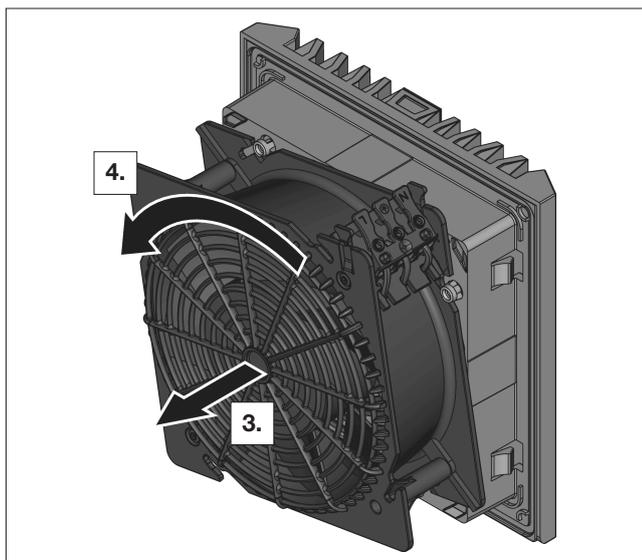

図13: ファンハウジングを回転
- 次に、電気配線の接続箇所が希望する位置になるように、ファンハウジングを90°、180°または270°回転させます(図13を参照)。